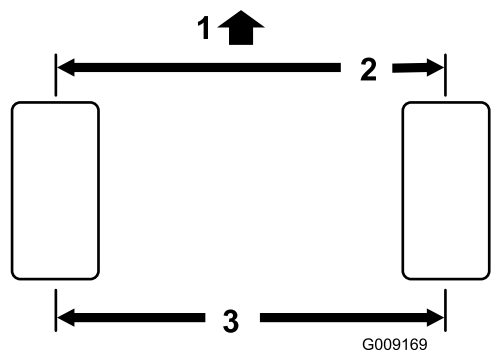

図 76
1. 後輪の前と後ろで、左右のタイヤの中央線間距離を測るアクスルの高さ位置で計測。前での測定値が、後ろでの測定値より 3 mm 小さければ合格とする 図 76。